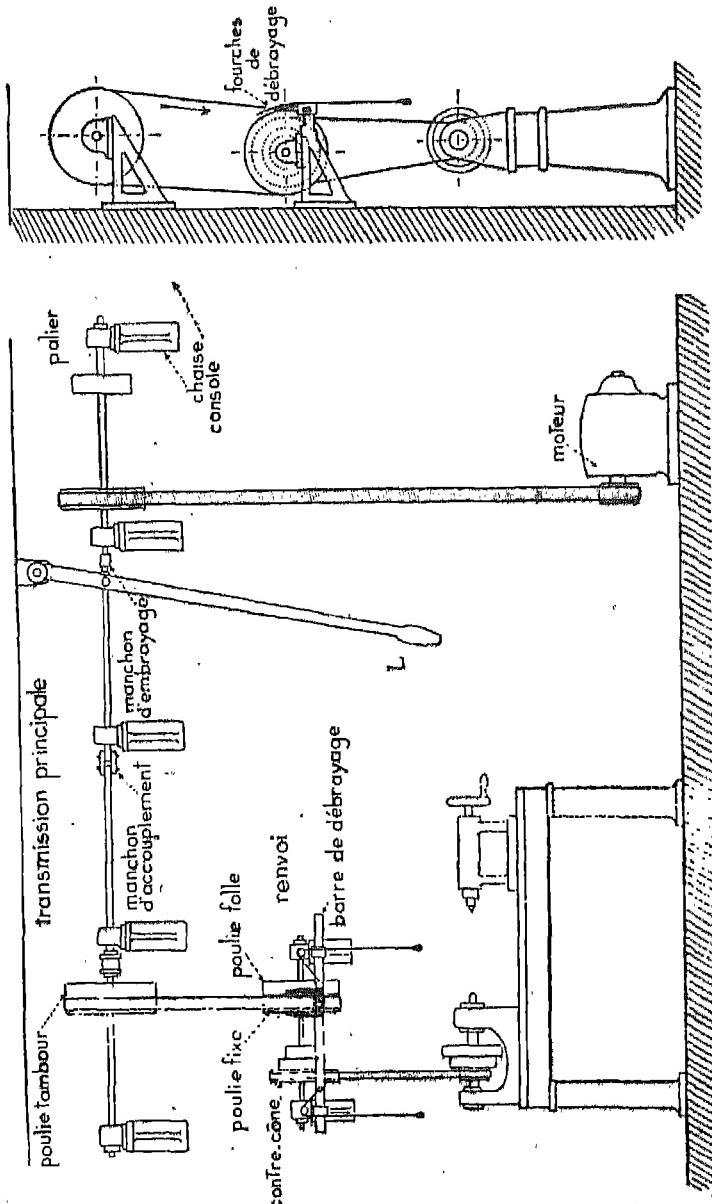

Fig. 10. — Ensemble d'une transmission d'atelier.
5. Étudiez la figure 10 et dites comment le mouvement de rotation de la pouille du moteur est transmis à l'arbre du tour.
b) Cependant, il existe encore des ateliers où un seul moteur commande toutes les machines outils (fig. 10).